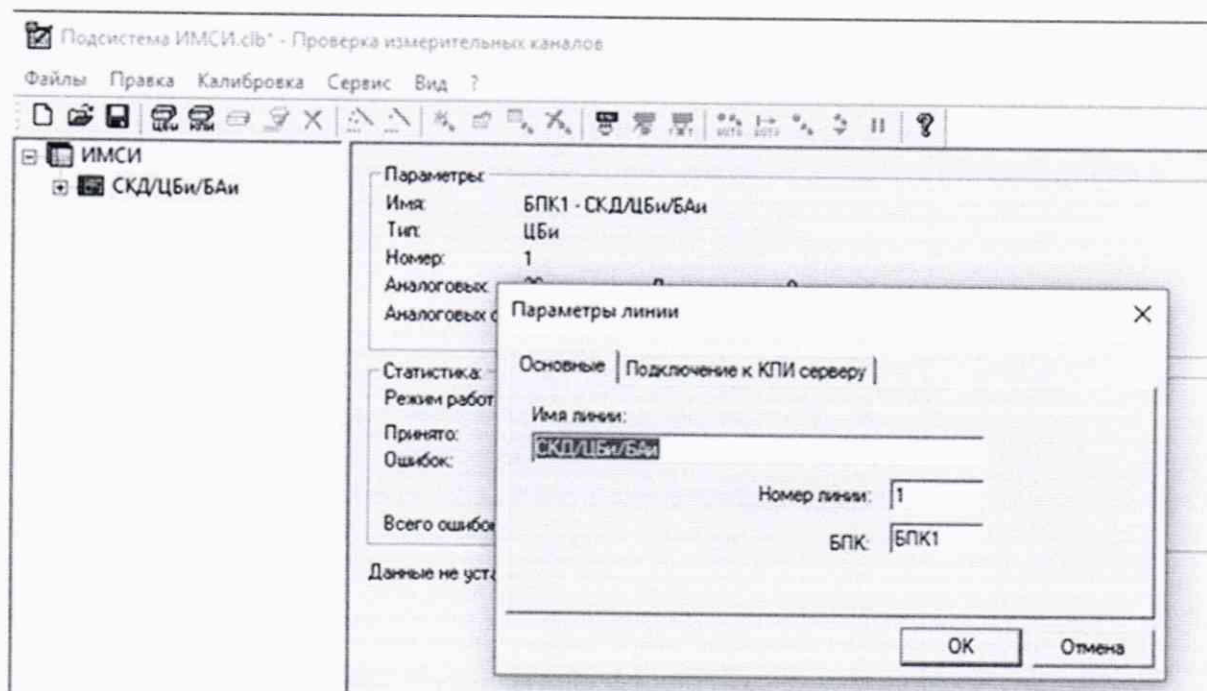

Рисунок 8 – Вид окна «Параметры линии»
- в открывшемся окне «Параметры линии» (рисунок 8) выбрать вкладку «Подключение к КПИ серверу»;